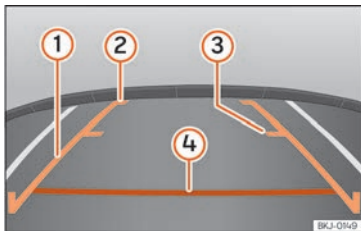

Fig. 261 Visualizzazione sul display del sistema Easy Connect: linee di riferimento.
- Il carico del veicolo modifica la rappresentazione delle linee di riferimento » » » fig. 261. La larghezza che queste rappresentano diminuisce con il livello di carico. Prestare attenzione alla zona attorno quando l'interno o il vano bagagli sono carichi.
»» fig. 261